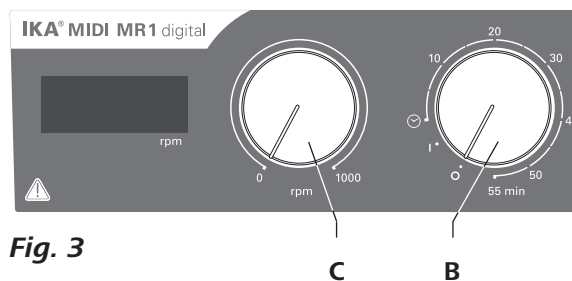

Fig. 3
- ☞ Para encender el aparato, gire el mando giratorio de "encendido y apagado" y "temporizador" (B, véase Fig. 3) hacia la derecha hasta la posición "1".
- ☞ Para ajustar el régimen de revoluciones del motor, utilice el mando regulador de "velocidad" (C, véase Fig. 3). Este régimen puede ajustarse de 0 a 1000 rpm en el caso del **MIDI MR 1 digital** y de 0 a 600 rpm en el caso del **MAXI MR1 digital**.